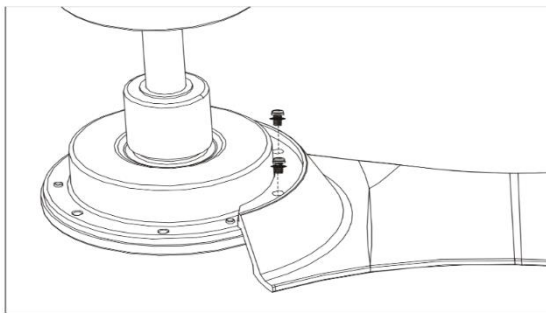

Abb. 4
**MONTAGE DES VENTILATORFLÜGELS (Abb. 4)**